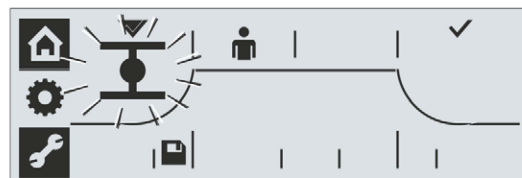

图11：旋转操作按钮直至出现保存图标
15. 操作执行机构，使之运行到第二个末端位置。参见第9步。操作执行机构的过程中，使该末端位置的保存图标出现，如图11所示。